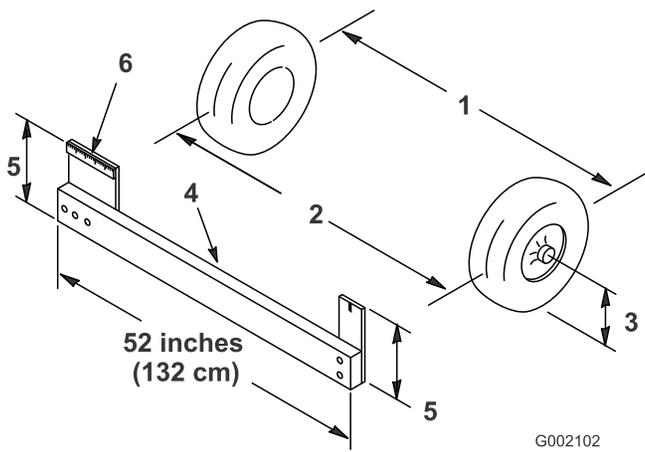

Figure 42
2. Mesurez la distance entre les roues avant à hauteur d'essieu, à l'avant et à l'arrière des roues (Figure 42). Un gabarit ou un compas à verges est nécessaire pour mesurer l'arrière des roues avant à hauteur d'essieu. Utilisez le même gabarit ou outil pour mesurer précisément l'avant des roues avant à hauteur d'essieu (Figure 42).